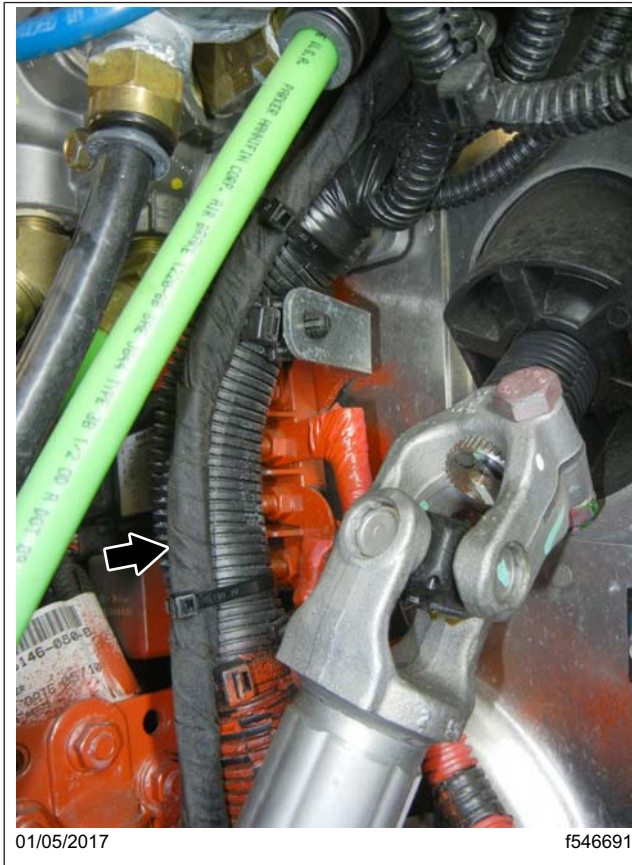

Fig. 31, Acheminement du faisceau de câblage au tablier
38. Acheminez le faisceau de câblage A06-93018-084 le long du longeron du châssis jusqu'au connecteur 1A du tablier. Reportez-vous à la figure 31.